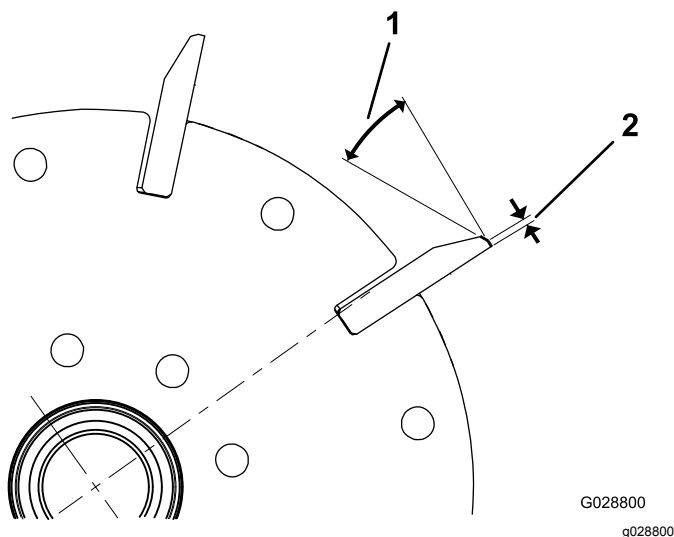

Figure 25
1. Créez un angle de dépouille de 30° sur toutes les lames de cylindre jusqu'à obtention d'une facette de 1,3 mm de largeur (Figure 25).